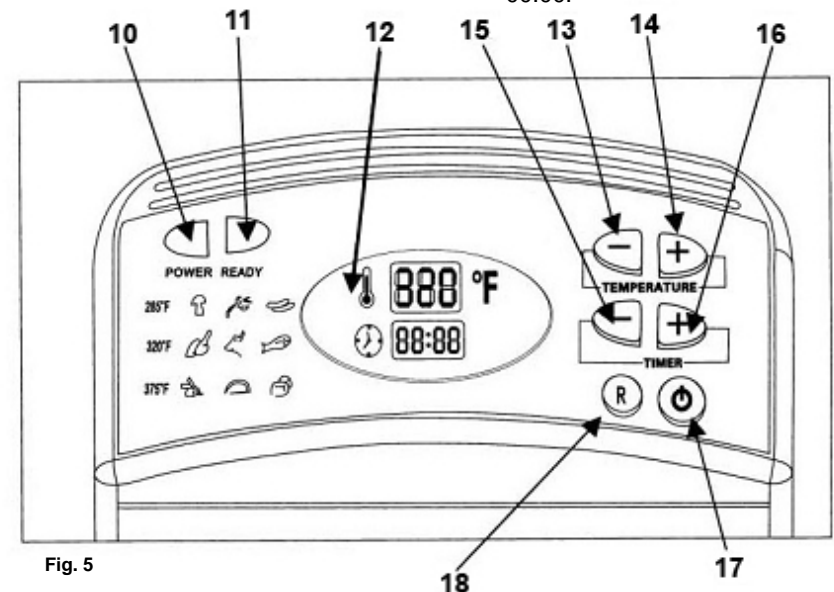

Fig. 5
- Ajuste la temperatura deseada – ajustable entre 155° F y 385° F en incrementos de 5° F. Si desea aumentar la temperatura, presione el botón "+". La unidad emitirá un pitido al presionar el botón. Si desea disminuir la temperatura, presione el botón "-". Cuando presione el botón "-" la unidad emitirá un pitido y la pantalla mostrará la temperatura seleccionada. Cuando la unidad llegue a la temperatura deseada, se encenderá la luz verde de 'Ready'. (Fig. 5)